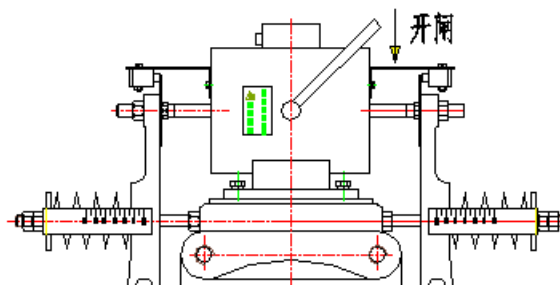
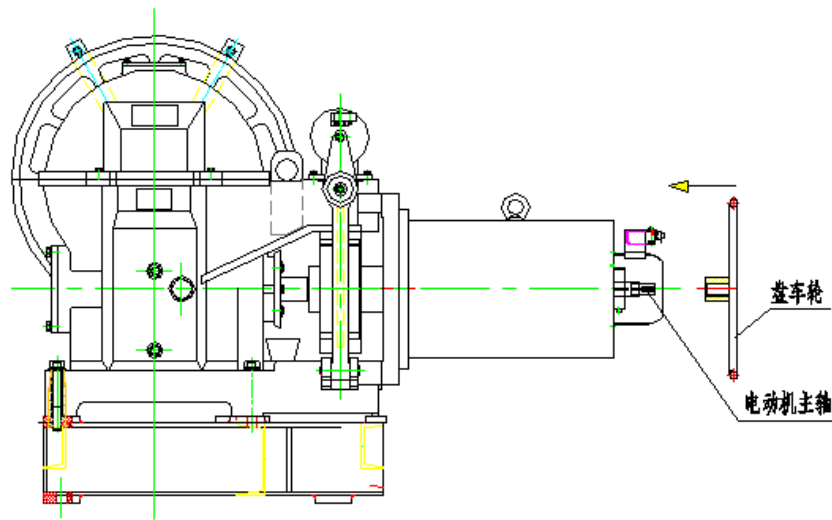

图 5.1 轂式双推电磁制动器手动开闸示意图
图 5.2 盘车轮安装示意图
实施救援时，一名操作人员将盘车轮安装到电动机主轴上，并靠向端面，此时盘车轮会撞到限位开关，限位开关动作，使安全回路断开，确保盘车装置使用者的安全。另一名操作人员用电磁制动器手动闸柄推开制动臂，此时旋转盘车轮，进行上移或是下移到达轿厢停靠位置。轂式双推电磁制动器手动开闸示意图见图 5.1。盘车轮安装示意图见图 5.2。
6.2.10 需润滑部位要按期润滑保证正常工作状态，润滑部位 1、2、3 两侧对称共八处(参见图 5.2)。